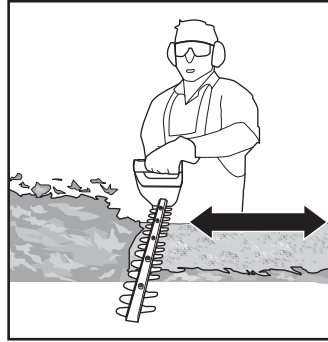

Fig. 8
8. Dacă materialul care trebuie tăiat este deosebit de înalt (Fig. 8), taie în mai multe etape pentru a obține un rezultat mai bun în loc să încerci să tai dintr-o singură mișcare. Resturile tăiate mai mic vor permite o compostare mai ușoară.